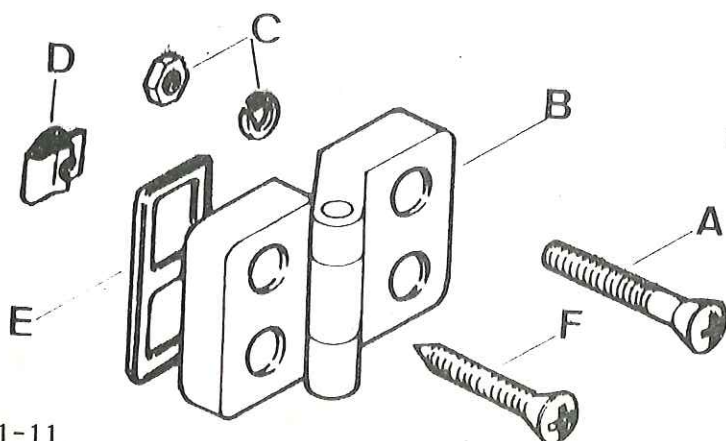

Fig. Q1-21 Conjunto bisagra de puerta
- 1.2. Extraer los elementos de fijación, A y C (Fig. Q1-21) de las bisagras, B, a la puerta.